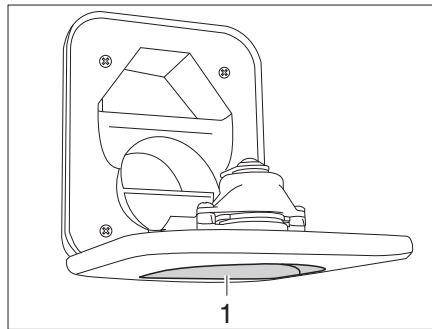

Fig. 242 Bec de remplissage d'eau fraîche pour les toilettes
- Ouvrir le bec de remplissage d'eau fraîche pour les toilettes (Fig. 242,1) au-dessus du portillon de la cassette Thetford et le faire pivoter vers le bas.